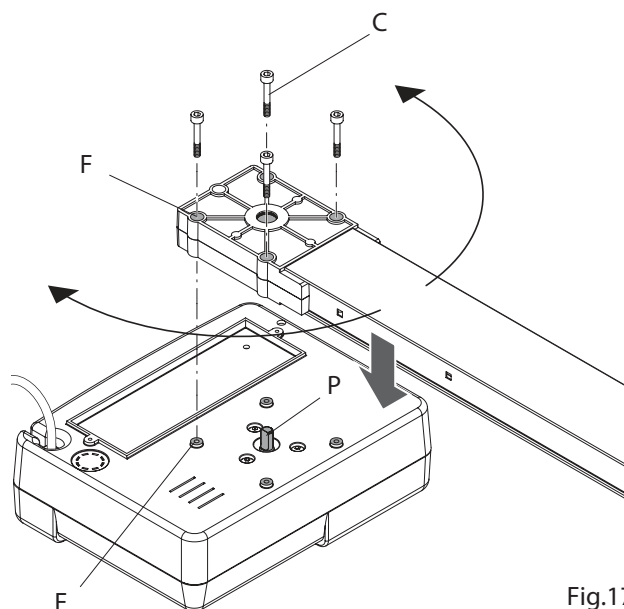

Fig.17
4. Breng de aandrijfkop aan op de motor (Fig.17):
- Op deze manier moet de aandrijfkop loodrecht op de motor geplaatst zijn. Draai de aandrijfkop totdat de gaten op dezelfde plaats zitten als de schroeven (Fig.17-Ref.F).